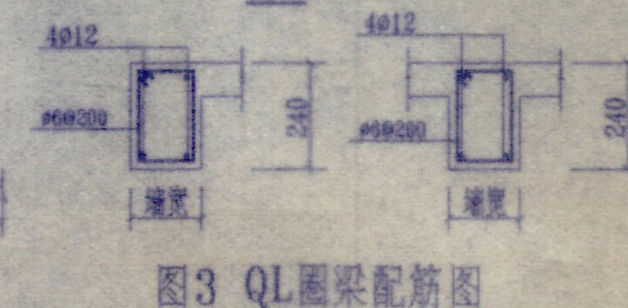
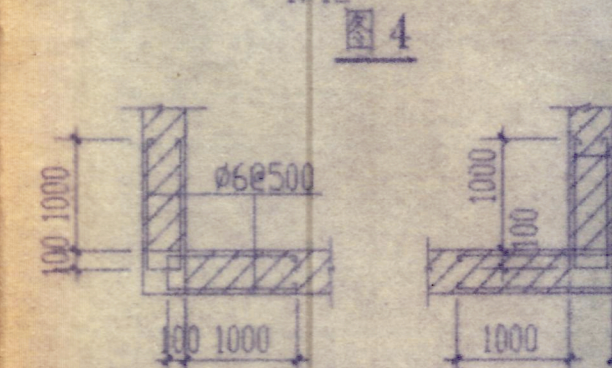

图3 QL圈梁配筋图
图4
(2) 如螺旋钢筋直径 $d < 25\text{mm}$ 时表中长度可减少5d。
(3) 纵向受拉钢筋的锚固长度不应小于 250mm, 搭接长度 $> 300\text{mm}$ 。
7. 钢筋混凝土圈梁如图3所示, 在平面图中的转角处, 加设附加连接钢筋, 丁字墙处的构造如图4。